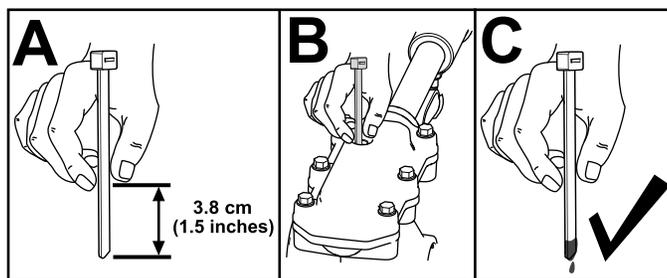

Рисунок 31
- Проверьте уровень масла, используя подходящее приспособление для измерения, такое как чистая кабельная стяжка. Уровень масла должен находиться приблизительно на 3,8 см ниже отверстия заливной горловины (Рисунок 31).